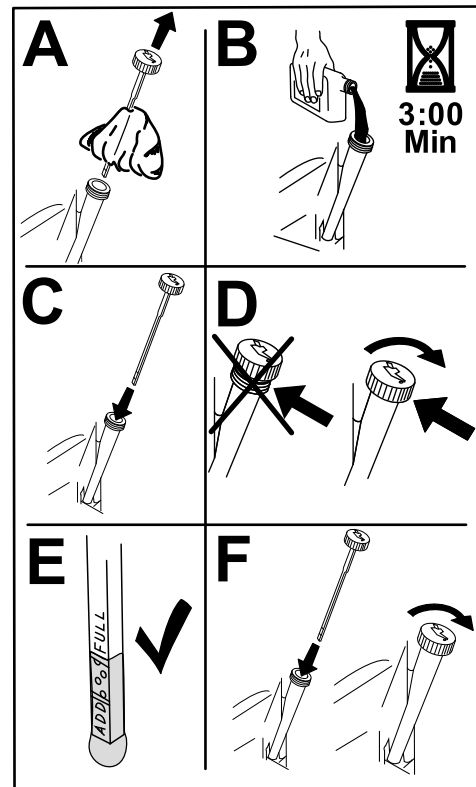

Figura 44
6. Vierta lentamente un 80% aproximadamente del aceite especificado por el tubo de llenado, luego añada lentamente el resto del aceite hasta que llegue a la marca **Lleno** (Figura 44).